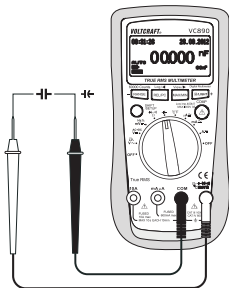

图 8
2. 将红色测试引线插入 $^{\circ}\text{CHzV}\Omega$ 测量插口 (7), 将黑色测试引线插入 COM 测量插口 (8) (图 8)。